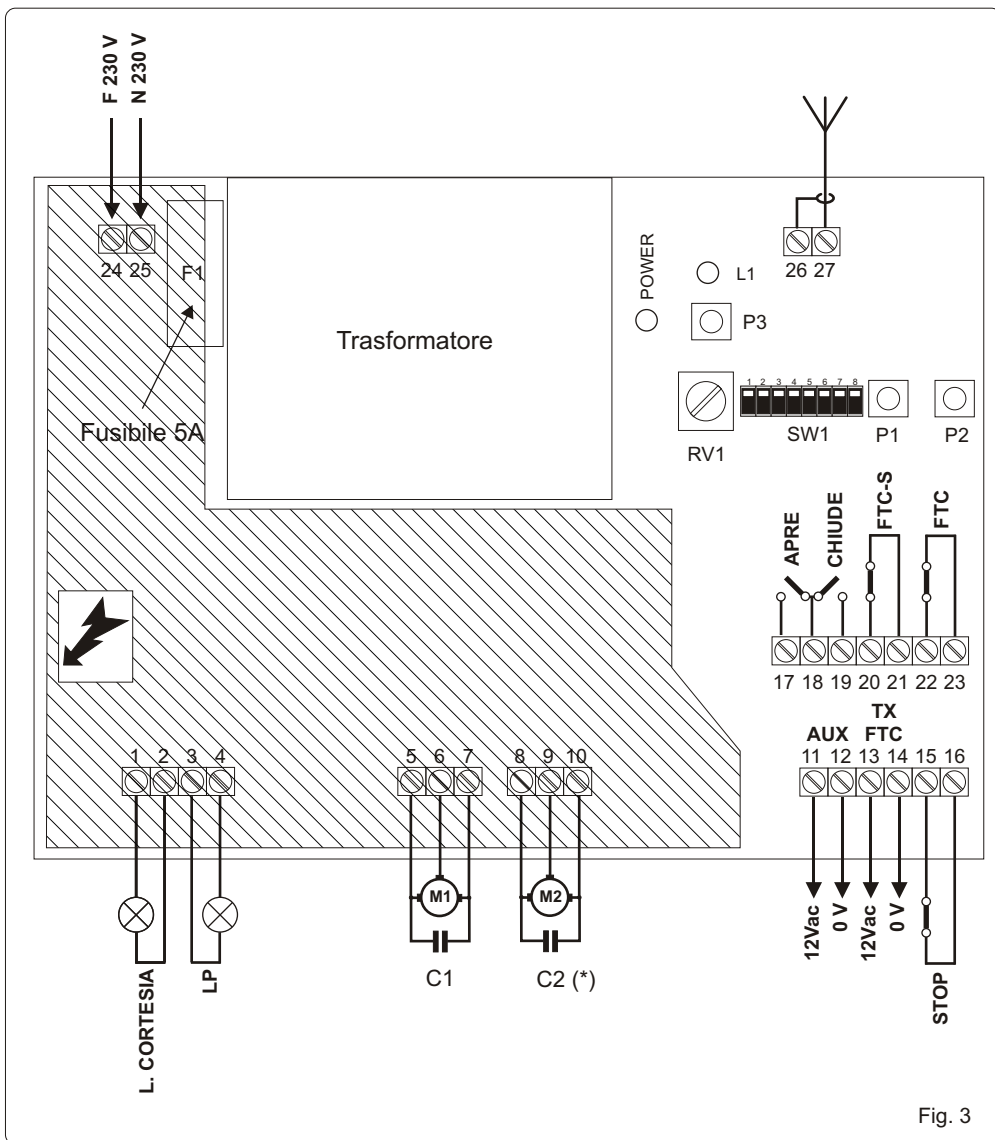

Fig. 3
- 7) Eseguire le connessioni facendo riferimento allo schema di Fig. 3 ed alla tabella Tab. 2.